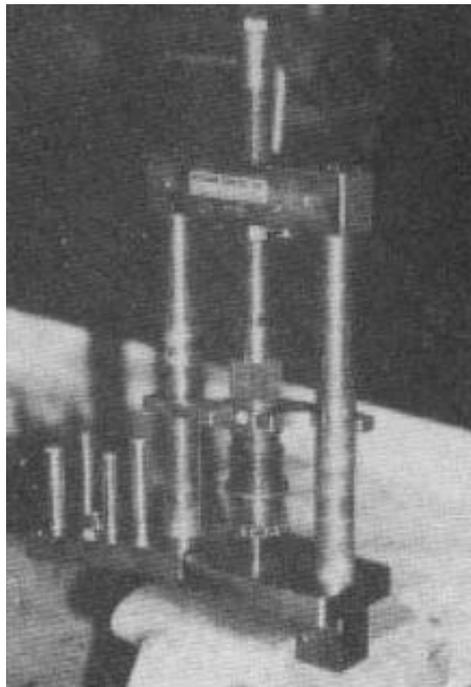

FIGURA 3.7 DISPOSITIVO PARA SUJECIÓN DEL INYECTOR
5. Sujetar el inyector en un dispositivo de sujeción, si se cuenta con él (figura 3.7).